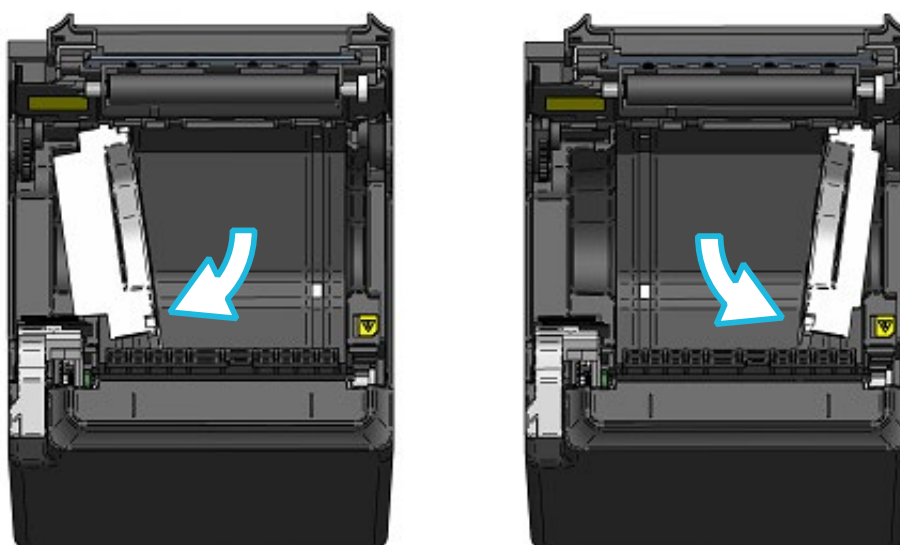

Abbildung 14-2 Anbringung der Trennwand (2)
- (4) Drehen Sie die Trennwand L und die Trennwand R in der Papierhalterung in Pfeilrichtung, wie in Abbildung 14-2 dargestellt, um die Seitenwände der Papierhalterung und die Trennwand parallel einzustellen.